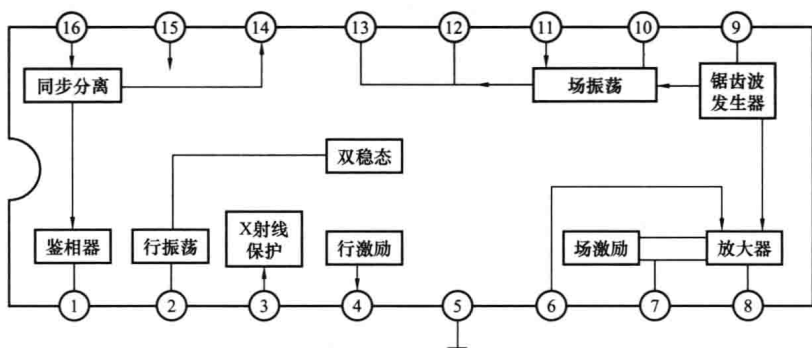

图 4-51 TA7609P 集成块
例如，电视机内集成块 TA7609P，如图 4-51 所示，烙脚在路电压或电阻异常，可切断烙脚和⑤脚（接地脚）然后用万用表内电阻挡测烙脚与⑤脚之间电阻，测得一个数值后，互换表笔再测一次。若集成块正常，则应测得红表笔接地时为